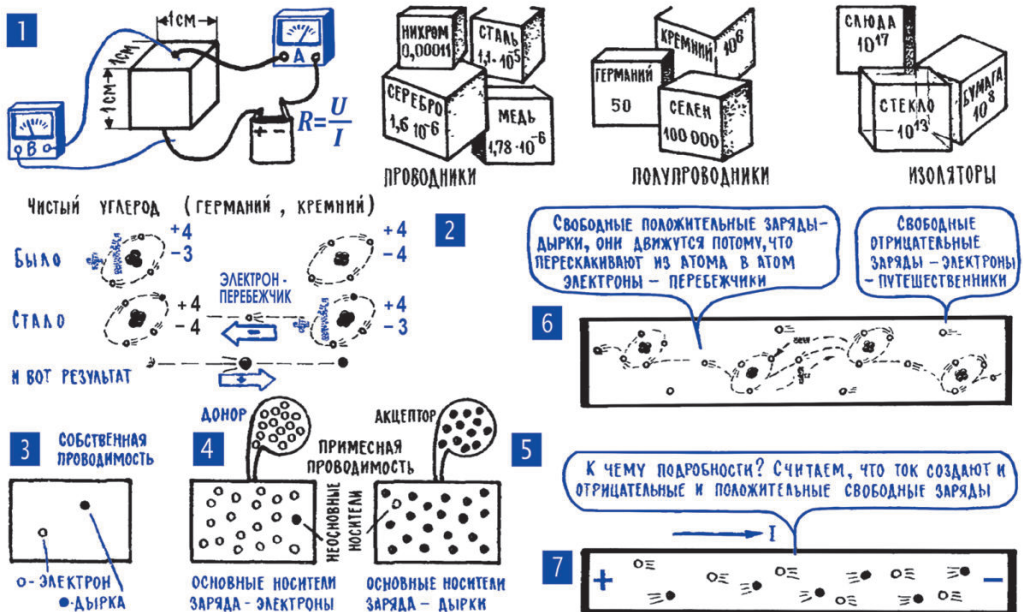

Рис. 9.2. Полупроводники
5. Германий и кремний – полупроводники, в которых имеются свободные электроны и свободные положительные заряды (дырки). Электрические свойства того или иного материала часто оценивают так: вырезают из этого материала кубик со стороной 1 см и измеряют его электрическое сопротивление (рис. 9.2; 1). Эту величину называют удельным сопротивлением (гл. 4; 5), единица его измерения – Ом/см (здесь отражено то, что сторона кубика 1 см). Удельное сопротивление нихрома, одного из самых скверных проводников, – 0,00011 Ом/см (отличного проводника серебра – почти в сто раз меньше). А удельное сопротивление бумаги, одного из самых скверных изоляторов, – примерно 100 000 000 Ом/см (отличного изо-
Высочив на свободу, электрон превратил свой до этого нейтральный атом в положительный ион (рис. 9.2; 2) – раз в атоме не хватает электрона, значит, его суммарный положительный заряд больше отрицательного (гл. 2; 9). Такой атом сдвинуться с места не может, он прочно закреплен в кристаллической решетке. И долго, казалось бы, должен стоять на месте этот одинокий положительный ион, дожидаясь, пока какой-нибудь электрон-путешественник случайно наткнется на пустующее место во внешней орбите, вернет атом в состояние электрического равновесия.
Положительный заряд атома, который появляется из-за того, что на внешней орбите не хватает электрона, называют «дыркой». В полупроводниках дырки ведут себя подобно свободным электронам – они хаотически перемещаются по кристаллу, а под действием приложенного напряжения сразу же включаются в электрический ток, упорядоченно смещаются, но уже, конечно, от «плюса» к «минусу» (рис. 9.2; 2, 6). Как принято говорить, дырки создают в полупроводнике *p*-проводимость (*p* – первая буква слова *positivus*, положительный; этим подчеркивается, что ток создают свободные положительные заряды, дырки).